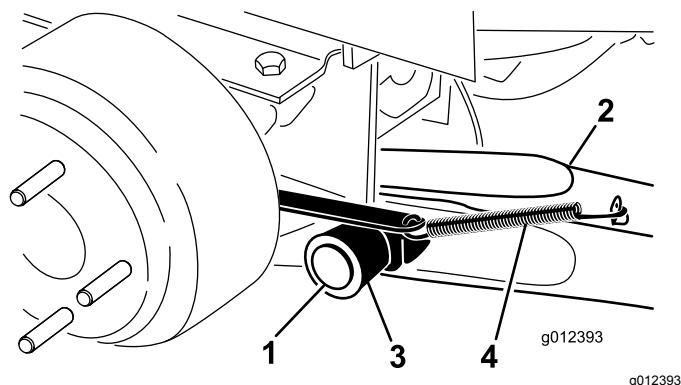

Figure 4
6. Montez un bras de levage sur le support de pivot avec un axe de pivot et une goupille fendue (Figure 4). Installez le bras de levage avec le coude placé vers l'extérieur.
7. Accrochez le ressort de rappel de frein à la patte du bras de levage (Figure 4).